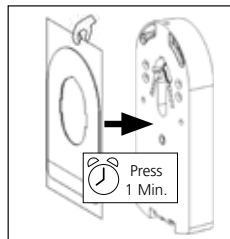

Abb. 2
5.2 Ziehen Sie den Klebestreifen von seinem Trägerpapier ab und kleben Sie ihn auf die gereinigte Rückenschale. Drücken Sie hierzu den Streifen mit mehreren Fingern/ Daumen fest an die Rückenschale an. Anschließend drücken Sie den Klebestreifen min. eine Minute vollflächig an die Rückenschale, indem Sie die Rückenschale mit vorhandener Schutzfolie auf eine Tischplatte o. ä. andrücken. (Abb. 2).